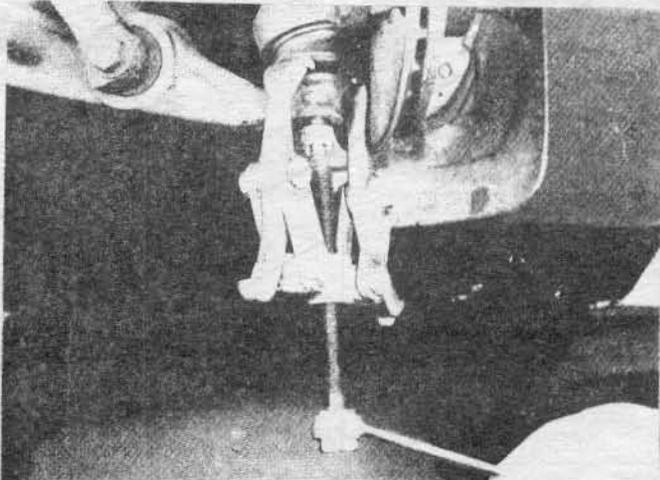

Рис. 11.4 Демонтаж шаровой опоры съёмником.
- Снимите шплинт с корончатой гайки нижнего шарового пальца. Отпустите гайку. Съёмником удалите нижний рычаг с шаровой опоры поворотного кулака (см. рис. 11.4).